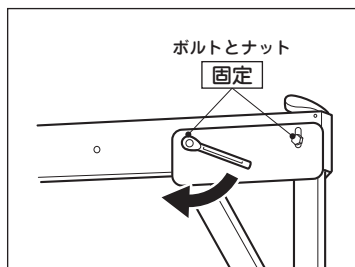

図 11
- ⑥ フレームの垂直、ビームの水平を確認して、ボルトとナットでビームを固定してください。(図 11)